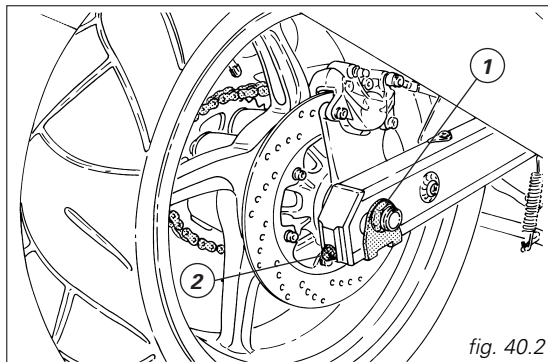

fig. 40.2
Per registrare la tensione allentare il dado (1, fig. 40.2) del perno ruota, avvitare della stessa entità in senso orario la vite (2) su entrambi i lati del forcellone per aumentare la tensione o svitare per diminuirla. In quest'ultimo caso è necessario spingere in avanti la ruota.